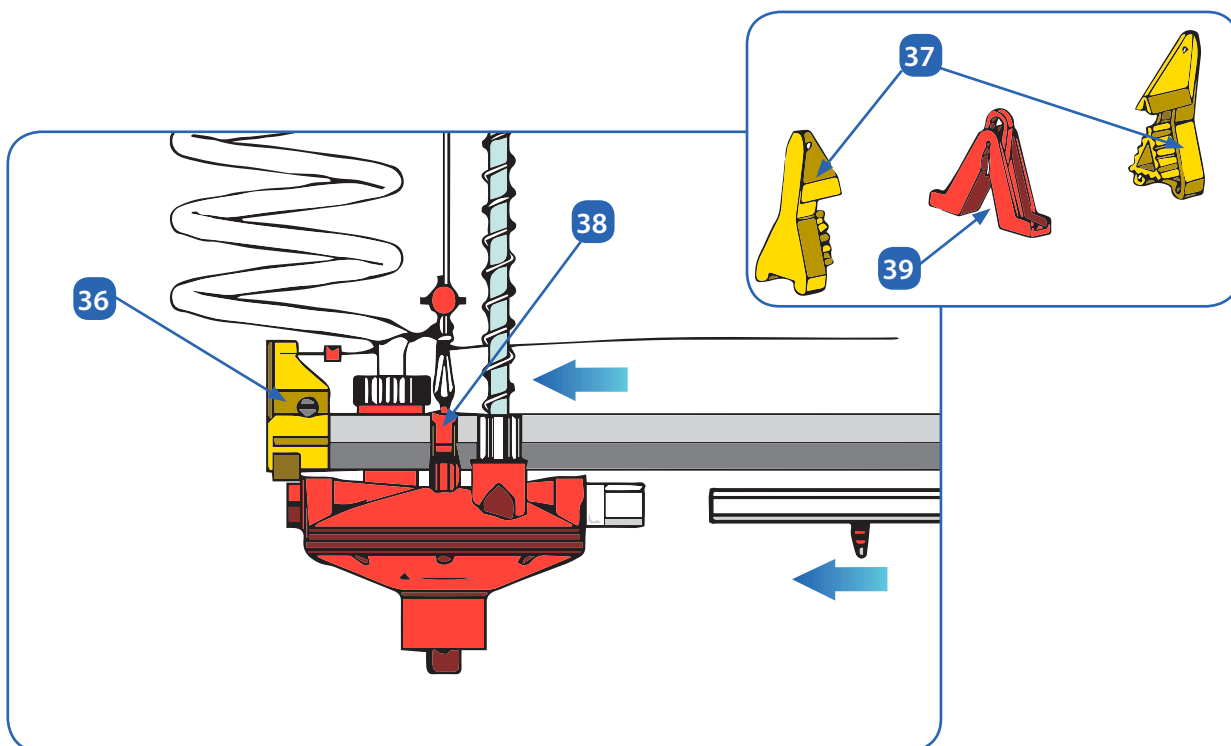

Fig. 39. Conectando el regulador de presión de una salida.
- Colocamos la brida de sujeción (la **38** para perfil cuadrado y la **39** para perfil triangular) (**Fig.39**). Atornille el soporte de perfil al regulador mediante los tornillos facilitados.